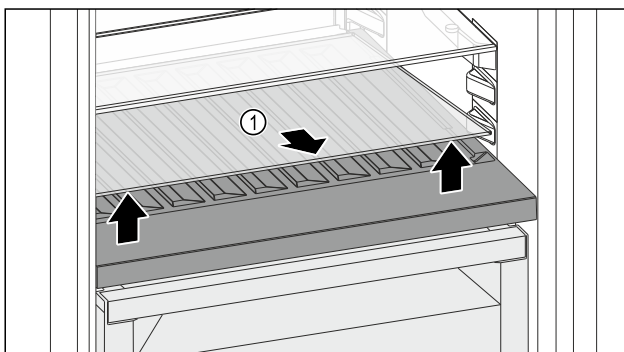

Fig. 162
- ▶ Glasplatte Fig. 162 (1) an der Aussparung vorne anheben und herausnehmen.
- ▶ Glasplatte Fig. 162 (1) außerhalb des Geräts sicher aufbewahren.
- ▶ Glasplatte (2) unter der variablen Flaschenablage einlegen.